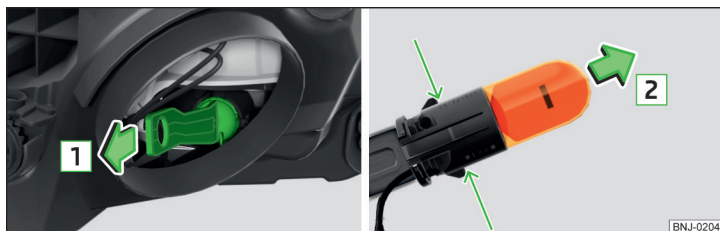

Fig. 212 Înlocuirea becului luminii de semnalizare
- Scoateți soclul împreună cu becul, prin mișcări pendulatorii, în sensul săgeții **1** » fig. 212.